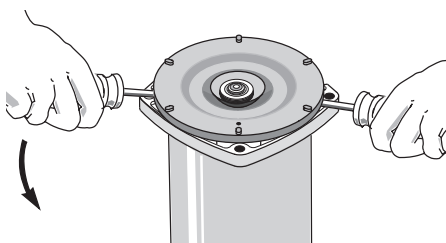

Figure 19 – Soulèvement de la plaque d'étanchéité
- Enlever la moitié tournante du joint en plaçant deux tournevis sous la plaque d'étanchéité et en soulevant avec précaution (Figure 19). La plaque d'étanchéité se sépare de l'arbre en entraînant le joint avec elle.